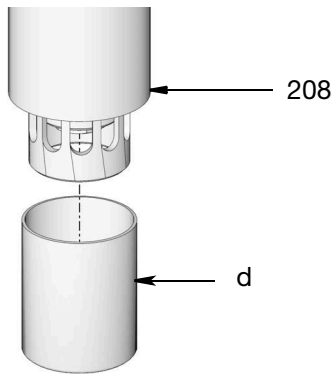

図 6
3. 保護キャップ (d) をダウンチューブ (208) (図 6) から取り外します。ピンを廃棄します。